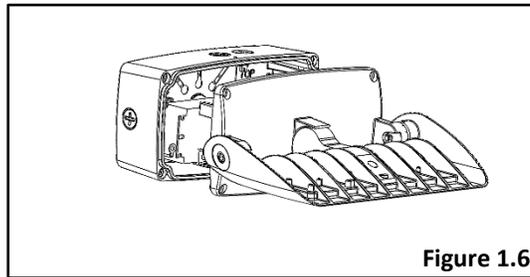

Figure 1.6
10. Pour régler l'angle, utilisez la clé Allen fournie pour desserrer le boulon de la charnière (Fig. 1.6).